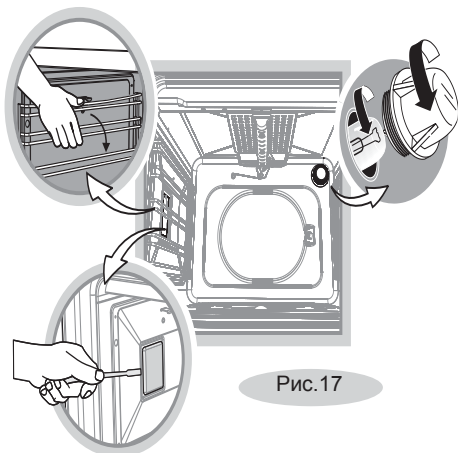

Рис.17
- Открутите стеклянный плафон (рис. 17).
- Плафон боковой подсветки, при нажатии, снимается с небольшим усилием. (рис. 17).